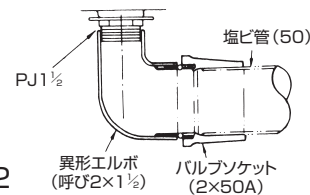

図2
②直接排水の場合、あらかじめ浴槽の排水金具にソケットやエルボをねじ込み配管をセットしてください。(図2参照)